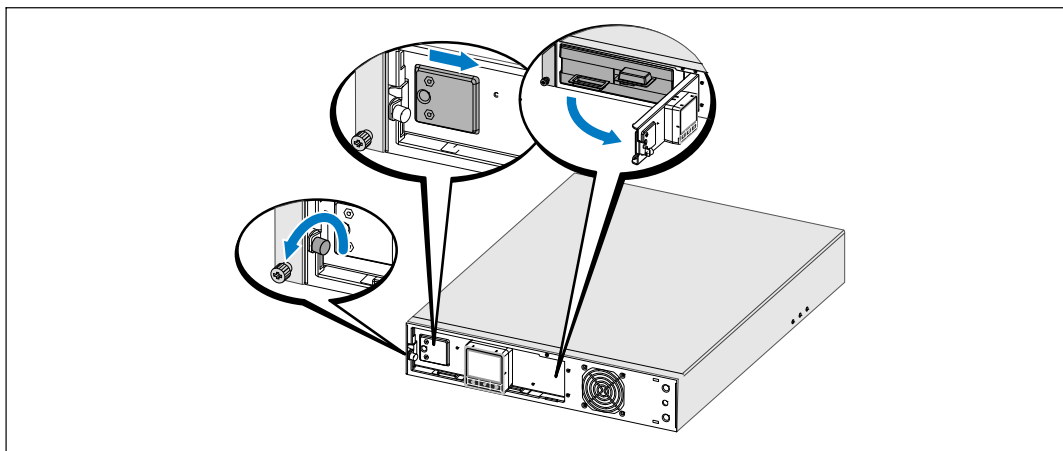

図 20. 金属バッテリーカバーの開け方
- 2 金属のバッテリーカバーの蝶ネジを緩め、カバーを右にスライドさせて開けます。(図 20 を参照)。